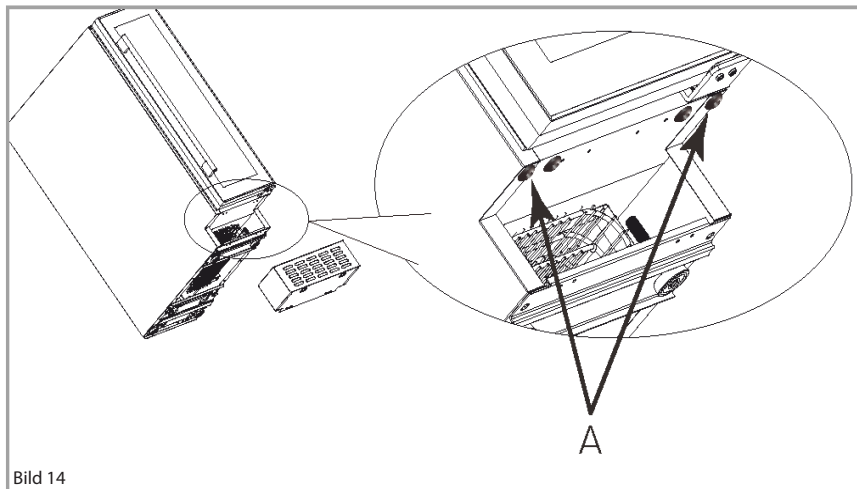

Bild 14
4. Ta bort de två skruvarna (om närvarande) som visas med pilar och är markerade som "A" på bild. 14. Hitta sedan de fyra svarta monteringskruvarna. Dessa är förpackade inuti apparaten tillsammans med dörrens gångjärn.